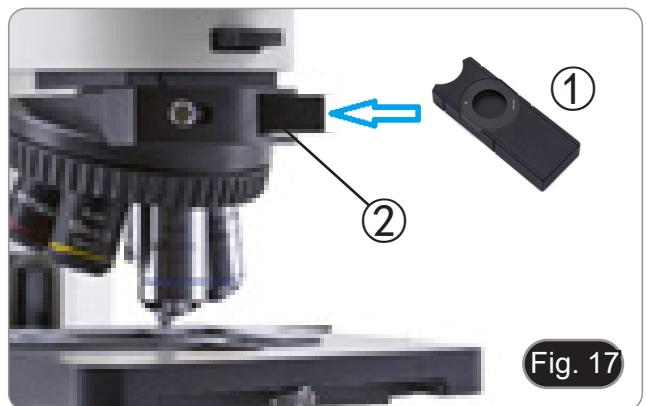

Fig. 17
2. Retirez le curseur vide du revolver et insérez l'analyseur dans le boîtier du curseur vide, puis insérez l'ensemble ① dans la fente ②. (Fig. 17)